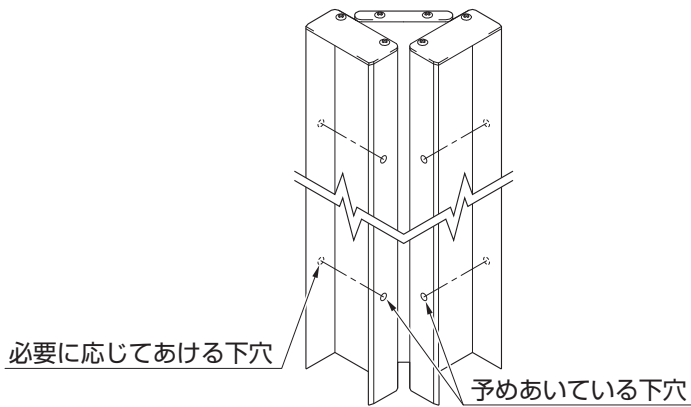

図5-5 60° ≤ θ < 90° のときの下穴位置
- コーナー角度が $60^\circ \leq \theta < 90^\circ$  のときは、フリーコーナージョイントをネジ止めする位置が、コーナー角度が $90^\circ \leq \theta < 180^\circ$  のときとは反対側になります。フリーコーナージョイントにすでにあいている穴の、反対面の同じ高さ・同じ位置に、φ5の下穴を予めあけておいてください。(図5-5参照)